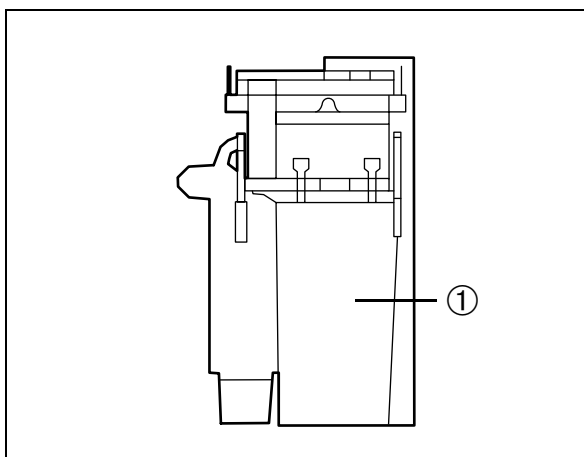

Abb. 37
Mit der Separierautomatik ist ein Sammelbehälter ① (Abb. 37) im Speifontänenkörper integriert. In diesem Sammelbehälter werden die größeren Schwermetallteile bereits abgeschieden. Damit wird eine nachgeschaltete Amalgam-Abscheideanlage entlastet.